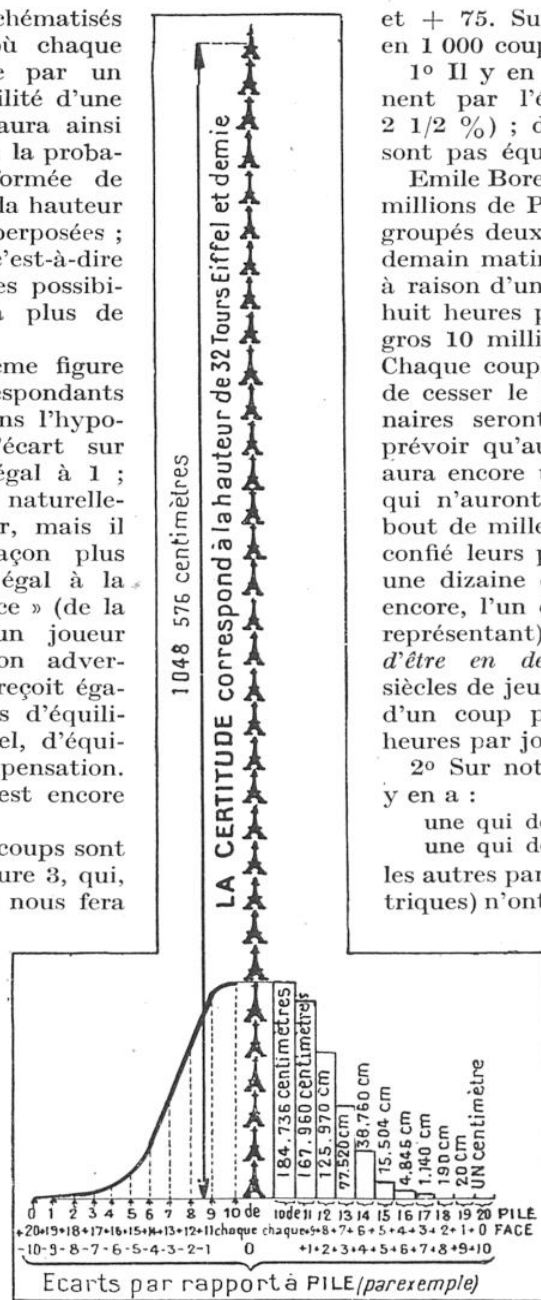
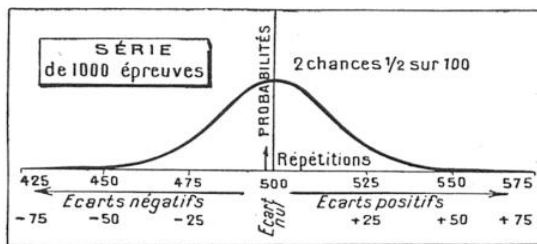
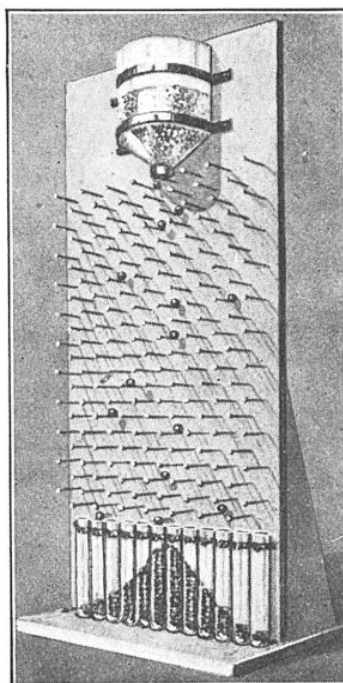

FIG. 2. — LES PARTIES DE PILE OU FACE
FIG. 3. — LA COURBE NORMALE DES ÉCARTS
FIG. 6. — TRACÉ AUTOMATIQUE DE LA COURBE EN CLOCHE DE GAUSS
(1) Voir *La Science et la Vie*, n° 110, page 97.
Ces résultats sont schématisés par notre figure 2, où chaque partie est représentée par un centimètre : la probabilité d'une partie donnant 20 P aura ainsi la hauteur d'une bille ; la probabilité d'une partie formée de 10 P + 10 F atteindra la hauteur de six Tours Eiffel superposées ; quant à la certitude (c'est-à-dire l'ensemble de toutes les possibilités), elle équivaut à plus de 32 Tours Eiffel (1).
Les parties de 1 000 coups sont représentées par la figure 3, qui, par la même occasion, nous fera mieux comprendre le côté gauche de la figure 2 ; cette courbe, qui a reçu divers noms (courbe de Gauss, courbe binomiale, courbe en cloche, courbe en chapeau de gendarme), représente les probabilités de tous les écarts. Dans le cas qui nous occupe, elle est pratiquement comprise entre — 75
Ce qui est essentiel, c'est de savoir classer ce million de parties en quatre groupes également nombreux. C'est là une application de calcul infinitésimal, dont on apercevra l'idée directrice en comparant les deux figures 3 et 4 : on part de la surface comprise entre le chapeau de gendarme et l'horizontale, et cette surface est coupée en quatre parties égales, deux surfaces noires et deux surfaces grises ; le calcul montre que les sur-
La figure 3 nous montre, en outre, que les écarts importants sont tout à fait exceptionnels : telle est l'expression précise d'une *compensation approximative*. Nous indiquons ci-après les probabilités de dépasser (dans un
La courbe en cloche (fig. 3 et 4) est, dans les circonstances les plus simples, l'expression de la *loi du hasard*, de la *loi des grands nombres*. Le savant anglais Francis Galton (1822-1911) a imaginé un appareil (fig. 6), qui permet de la tracer automatiquement. De nombreuses rangées horizontales de clous sont plantées dans une planchette verticale ; par une sorte d'entonnoir, on lâche de la grenaille sur ce réseau de clous ; et des tubes verticaux, en verre et placés en bas, recueillent les grains de plomb. La route de chacun d'eux est « dictée par le hasard » : mille influences la modifient plus ou moins, y compris l'agitation de l'air et les trépidations imperceptibles de l'instrument. Il est humainement impossible de prédire le chemin que suivra un grain, en heurtant différents clous. Et on obtient une représentation de la courbe de Gauss, avec d'autant plus d'exactitude que les obstacles sont plus nombreux.